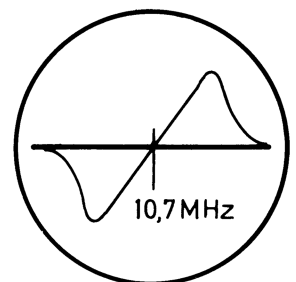

Abb. 4
- Régler au gain max. et courbe de discri symétrique (courbe en S) à l'aide de L 217 et L 219. (Le passage à zéro de la courbe doit se situer à 10,7 MHz, voir figure 4.)
- L 217, L 219 auf maximale Verstärkung und symmetrische Demodulator(S)-Kurve abgleichen (Nulldurchgang soll auf 10,7 MHz-Marke liegen, siehe Abb. 4).